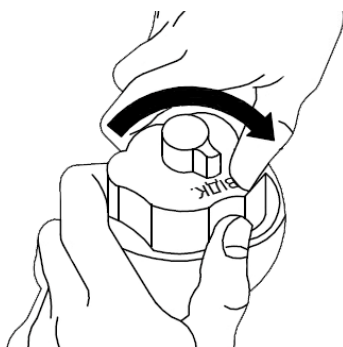

Рисунок 5. Кришка паливного бака з «дихальним клапаном».
Відкрити вентиляційний (дихальний) клапан (16, рис. 1, рис. 5) кришки паливного бака та викрутити кришку (1, рис. 1). Підготувати чистий, свіжий неетильований автомобільний бензин із октановим числом не нижче 92. Бензин має використовуватися протягом 30 днів після придбання.
1. Відкрити вентиляційний клапан кришки паливного бака (рис. 5).